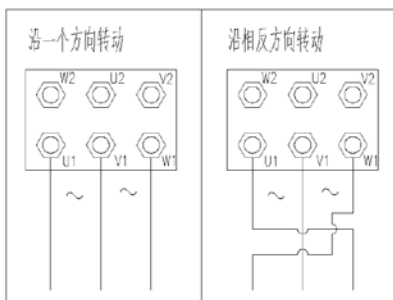

图 5 立式振动电机改变转动方向接线图
2、注意观察立式振动电机转动方向。如果立式振动电机转动方向不对，应先切断并锁定电源，给出警告标志，再改变立式振动电机转动方向。如图 5 所示，改变电机的转动方向。